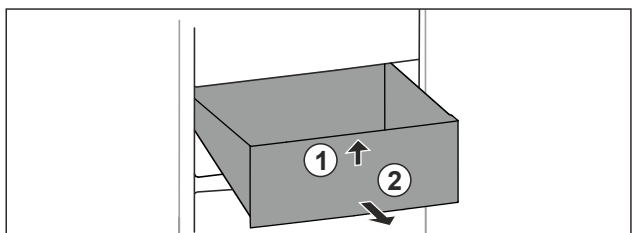

Fig. 72
- ▶ Nadvihnite zásuvku vpredu. Fig. 72 (1)
- ▶ Odoberte zásuvku dopredu. Fig. 72 (2)